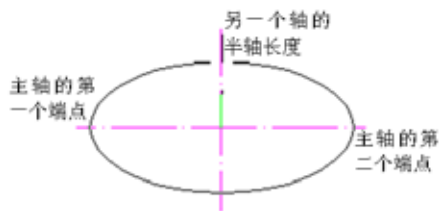

图 4-57 轴、端点法绘制椭圆
- ☆ 轴、端点: 通过指定椭圆一条轴的两个端点和另一条轴的半轴长度绘制椭圆, 如图 4-57 所示。